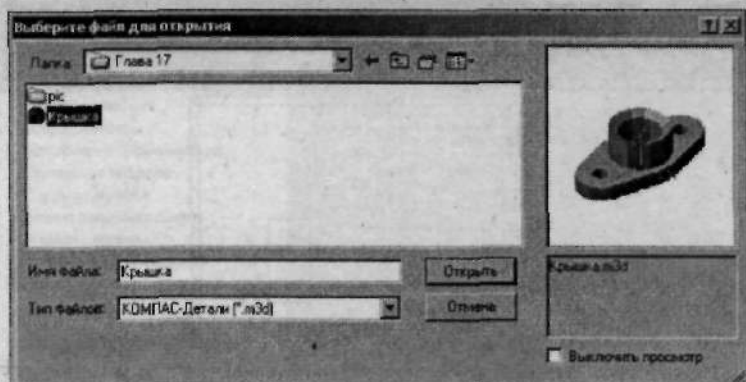

Рис. 4.4. Выберите файл модели Крышки
4. На панели инструментов щелкните по кнопке (Произвольные виды). Откроется диалоговое окно, в котором вы должны выбрать файл документа типа **Деталь** или **Сборка**. В рассматриваемом примере выберите файл, содержащий модель детали **Крышка** (рис. 4.4) и щелкните по кнопке **Открыть**.